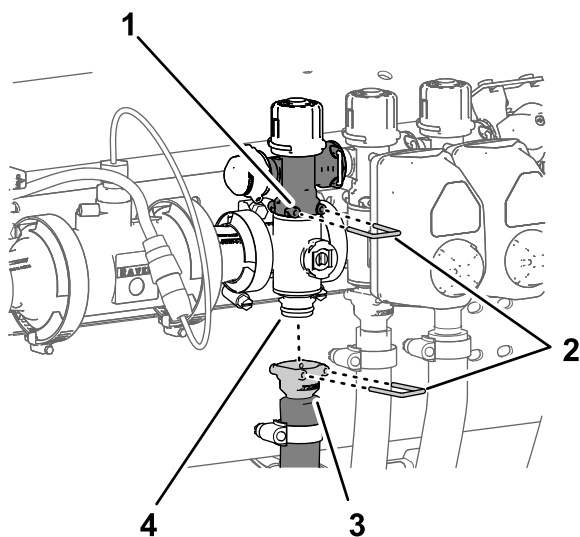

Figura 120
1. Rimuovete il perno di collegamento rapido che fissa l'accoppiatore rapido della valvola di bypass della sezione alla valvola del collettore della sezione (Figura 120).
2. Rimuovete il perno di collegamento rapido che fissa l'accoppiatore rapido del flessibile di alimentazione delle sezioni al collettore del raccordo di collegamento rapido della valvola del collettore della sezione (Figura 120).